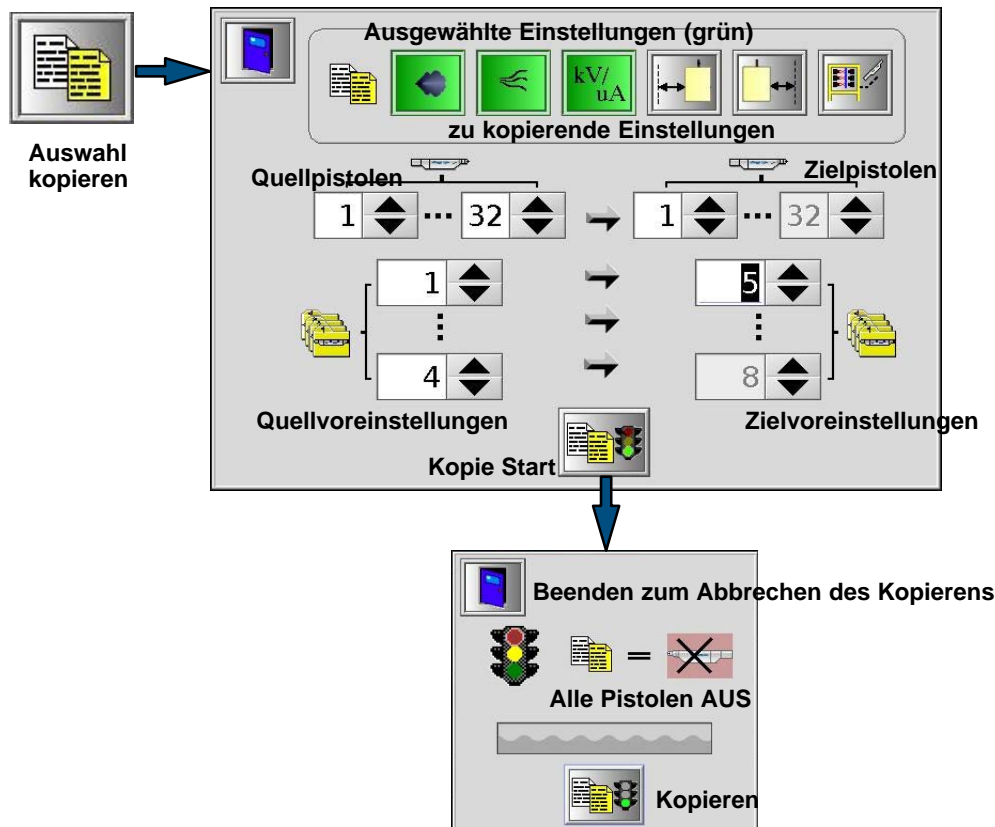

Abb. 4-18 Auswahl kopieren – Menü Pistolensteuerung
1. Siehe Abbildung 4-18. Zum Öffnen des Menüs Auswahl kopieren die Schaltfläche **Auswahl kopieren** berühren.